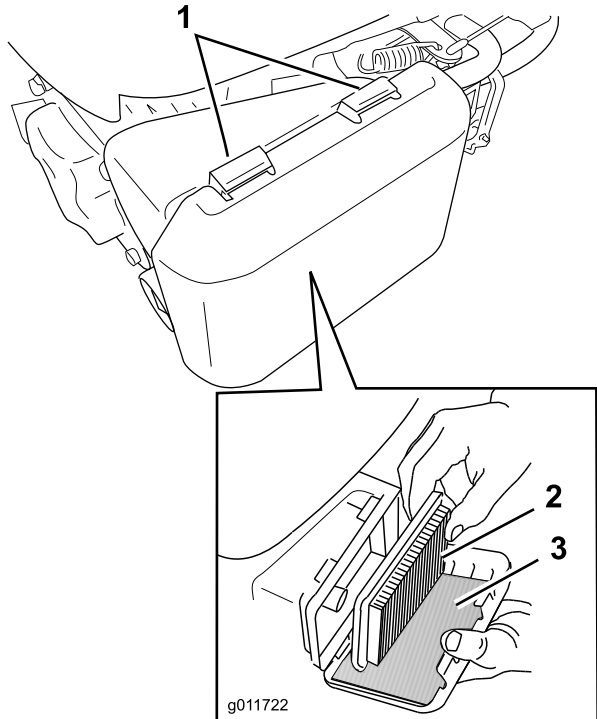

Bild 23
1. Drücken Sie die Verriegelungsnasen oben an der Luftfilterabdeckung nach unten (**Bild 23**).
3. Entfernen Sie den Papierfilter und den Schaumvorfilter (**Bild 23**).